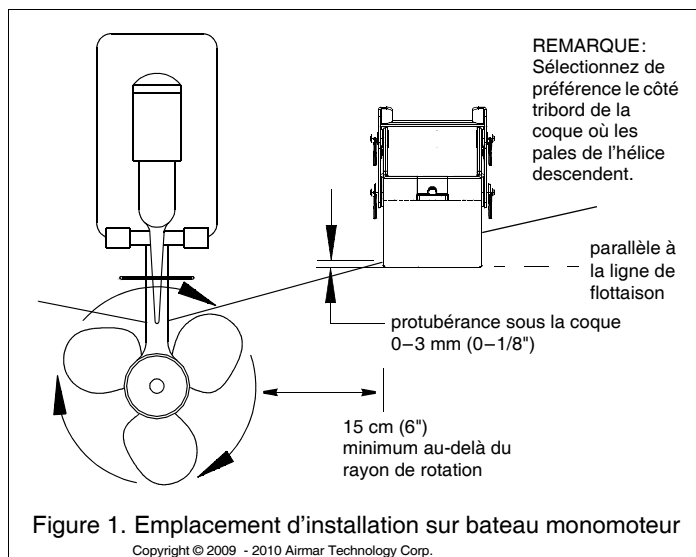

Figure 1. Emplacement d'installation sur bateau monomoteur
- Sélectionnez de préférence le côté tribord de la coque où les pales de l'hélice descendent (voir Figure 1).
- **Bateau monomoteur** — Installez la sonde à 15 mm (6") au moins, du rayon de rotation de l'hélice (voir Figure 1).
1. Positionnez la sonde à l'emplacement sélectionné de sorte que la face inférieure descende à 3 mm (1/8") en dessous de l'arête inférieure du tableau arrière (voir Figure 1). Vérifiez que toutes les cales sont bien en place. (Vous pouvez fixer provisoirement la (les) cale (s) à l'étrier avec du ruban adhésif.) Avec la sonde en position opérationnelle, marquez la position des coins inférieurs de l'étrier.
5. Faites coulisser verticalement les fentes sur les vis de fixation jusqu'à ce que le coin intérieur bas de la sonde dépasse de 0 à 3 mm (0-1/8") en dessous du fond de la coque (voir Figure 1). Serrez les quatre vis de fixation de l'étrier quand la sonde est à la position correcte. Pour accéder facilement aux vis de fixation, enlevez la sonde de l'étrier (voir Figure 4). *N'omettez pas de remettre l'entretoise en place lors du remontage de la sonde.*
- b. Augmentez la profondeur d'immersion de la sonde par étapes successives de 3 mm (1/8") (voir Figure 1).